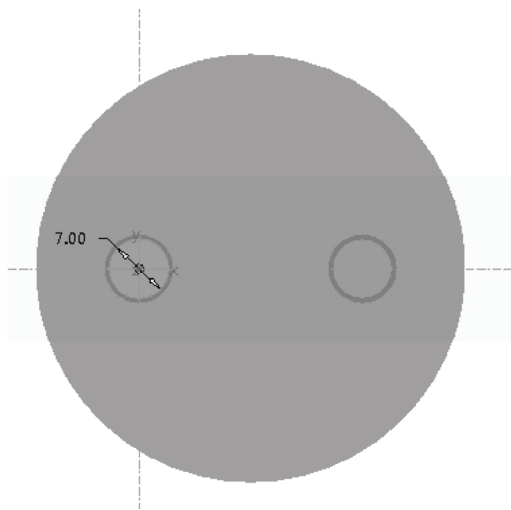

图 6-77 绘制草绘截面一
STEP 05 单击“草绘”选项卡中的相应按钮，绘制草绘截面，如图 6-77 所示。